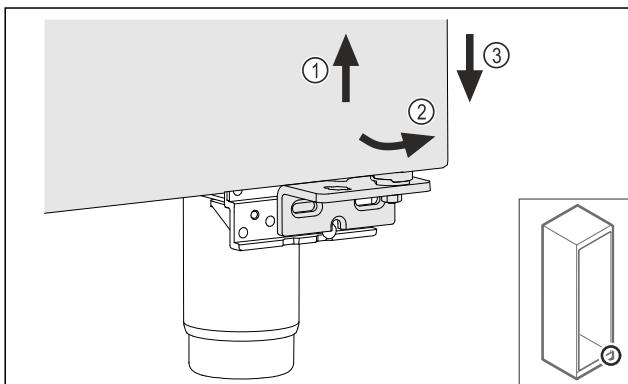

Fig. 19
- Трохи підніміть двері Fig. 19 (1), нахиліть їх знизу вперед Fig. 19 (2) та опустіть Fig. 19 (3).